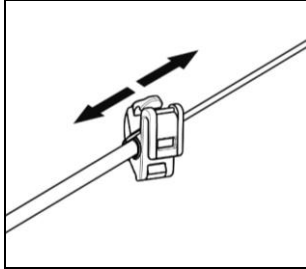

Abb. 25
- Richten Sie das Mikrophon aus (Abb. 25).